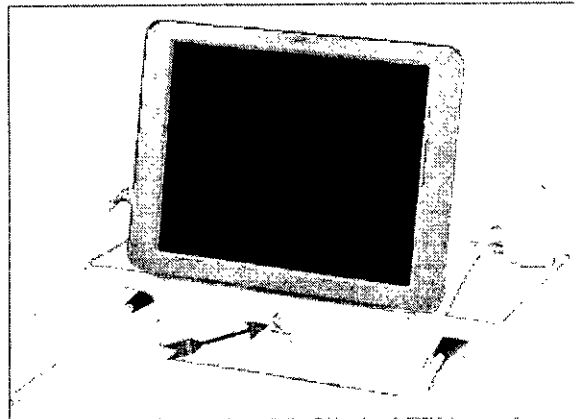

Figura 4-1: Conmutador On/Off
1. Pulse el conmutador On/Off del sistema, indicado por la flecha roja en la Figura 4-1.